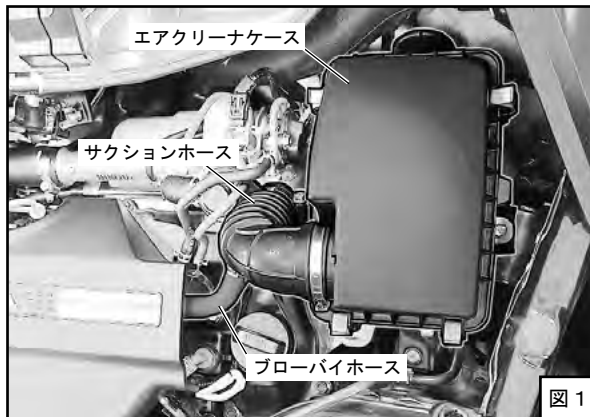

図1
- (1) バッテリーのマイナス端子 (-) からケーブルターミナルを取外してください。
- (2) サクションホースからブローパイホースを抜いてください。(図1)
- (3) ボルトを外し、ホースバンドをゆるめてエアクリナーケースとサクションホースを取外してください。(図1)